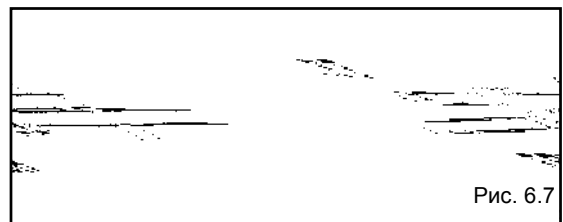

Рис. 6.7
- Проверьте уплотнение гнезда датчиков и целостность прокладки фланца (рис. 6.7).